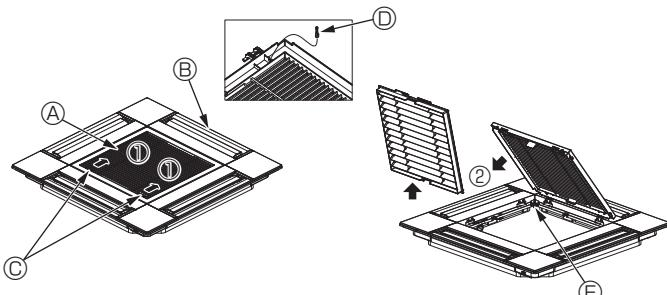

Fig. 6-3
6.2.1. Dépose de la grille d'admission (Fig. 6-3)
- Pour ouvrir la grille d'admission, faites glisser les leviers dans le sens indiqué par la flèche ①.
- Lorsque la grille se trouve en position "ouverte", retirez la charnière de la grille d'admission dans le sens indiqué par la flèche ②.